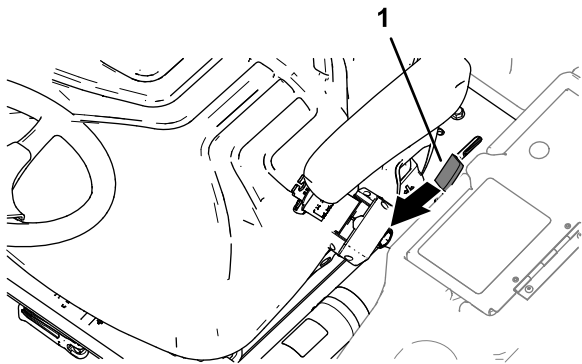

Figura 48
1. Mueva la palanca de cierre de la plataforma (Figura 48) hacia la parte delantera de la máquina hasta que los ganchos del cierre se liberen de la barra de bloqueo.